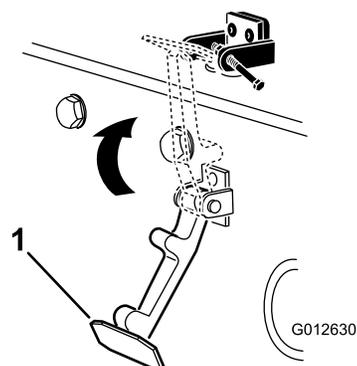

図 5
6. フードラッチブラケットにフックをかける **図 5**。